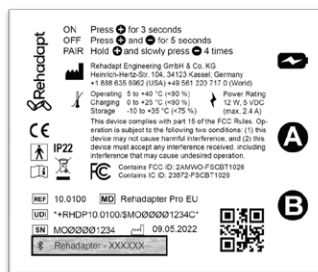

Bild 4.1 Enhetens identifieringsetikett ⑯ på baksidan av Rehadapter™
4. Aktivera parkopplingsläge: Tryck och håll ner volymknappen ⑪ eller ⑫ och tryck långsamt på den andra volymknappen 4 gånger i en sekund vardera. Släpp båda knapparna när statusindikatorn börjar blinka snabbt i blått.
5. Gå till Bluetooth®-inställningar på läsplattan och tryck på namnet för Rehadapter™ (Rehadapter-XXXXXX såsom visas på **Bild 4.1**). Rehadapter™ är nu parkopplad med läsplattan. Statusindikatorn lyser blått.